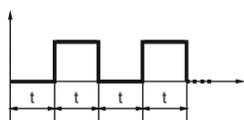

Рис.1
- циклический режим (  $\square$  ) - при включении устройства исполнительное реле включается и выключается через установленное время  $t$ , (рис.1),